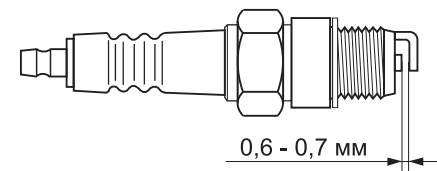

Рисунок 17 — Необходимый зазор в свече зажигания
- Снимите наконечник с высоковольтным проводом, тем самым откроется доступ к свече зажигания (см. рис. 17).